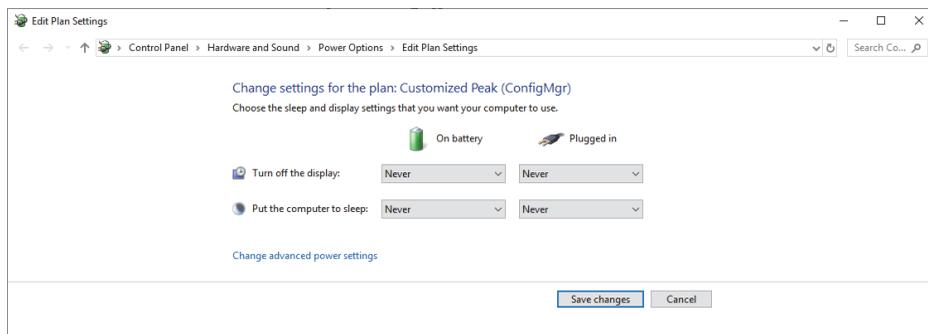

Figura 1-4 Caixa de diálogo Edit Plan Settings
- b) Na caixa de diálogo **Edit Plan Settings**, selecione **Turn off the display** e **Put the computer to sleep** ambos como **Never** (Figura 1-4 na página 28)